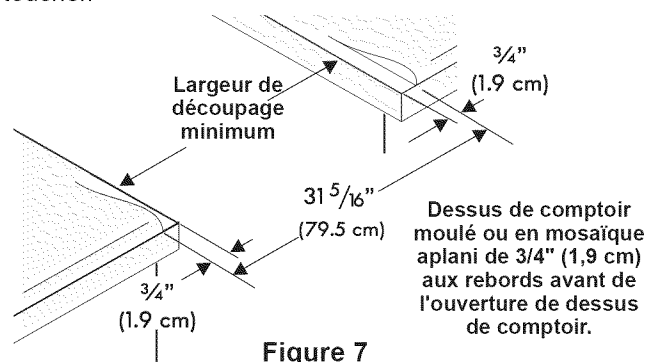

Figure 7
- Les dessus de comptoir au **rebord avant moulé** doivent être aplanis de $\frac{3}{4}$ " (1,9 cm) à chaque coin avant de l'ouverture (Figure 7).
- Il est possible qu'il soit nécessaire d'aser de $\frac{3}{4}$ " (1,9 cm) les dessus de **comptoir en mosaïque** à chaque coin avant et/ou d'aplanir le rebord arrondi (Figure 7).